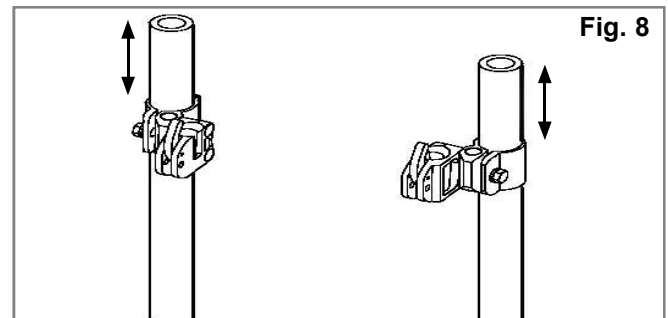
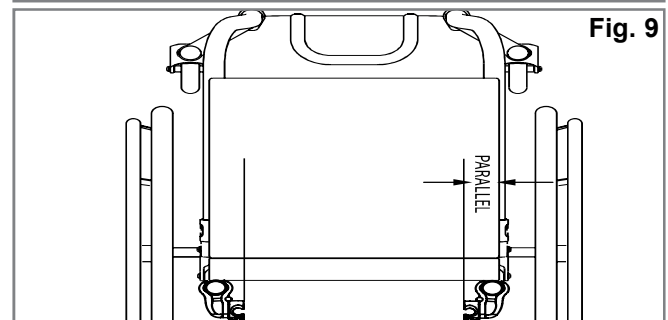

Fig. 8
Fig. 9
(Fig. 8, 9, 10,).
2. Kijk op welke hoogte de beugels op de rugbuizen van de rolstoel gemonteerd moeten worden. De geïnstalleerde bevestigingsmaterialen moeten ongeveer op gelijke hoogte bevestigd worden op beide buizen aan de achterzijde (Fig. 8) en parallel aan het frame van de zitting (Fig. 9). Een hogere plaats op de rugbuizen is doorgaans beter.